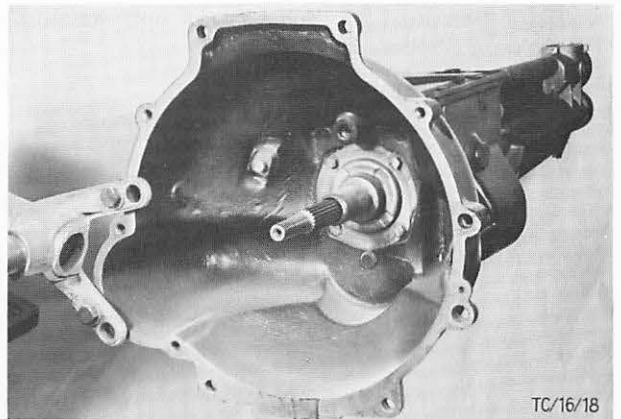

Abb. 31 Getriebe mit Spezialwerkzeug 16-009 am Montageständer befestigen
2. Getriebe zum weiteren Zerlegen mit Spezialwerkzeug 16-009 bzw. 16-010 am Montageständer befestigen. Abb. 31.